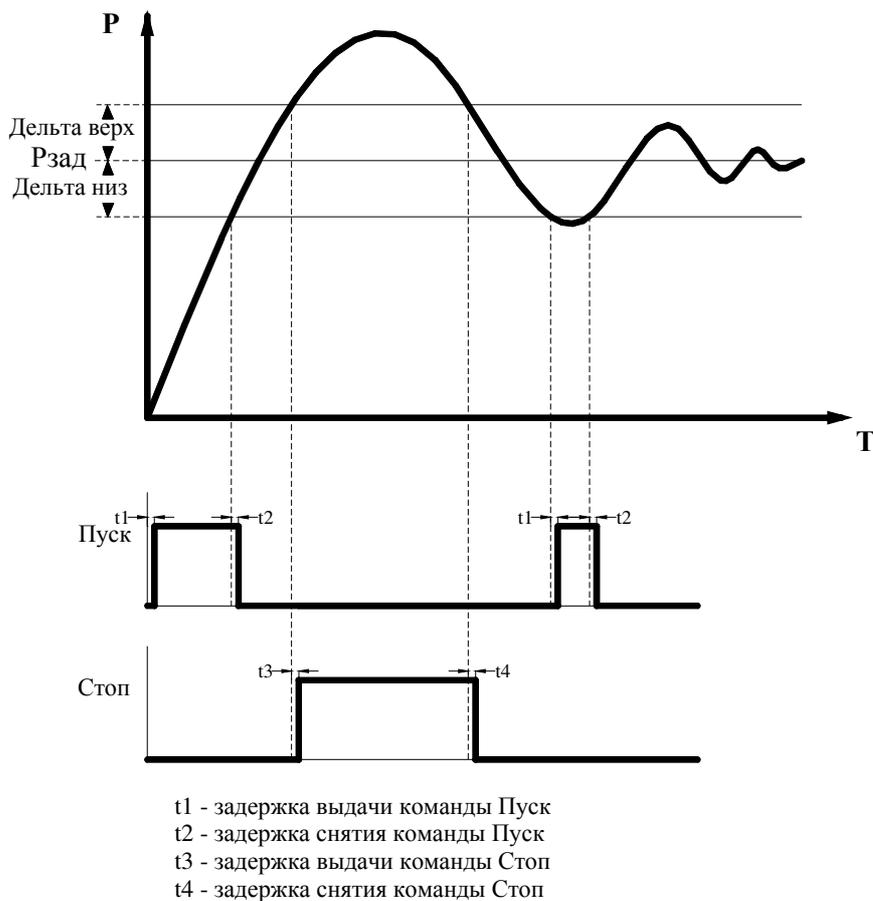
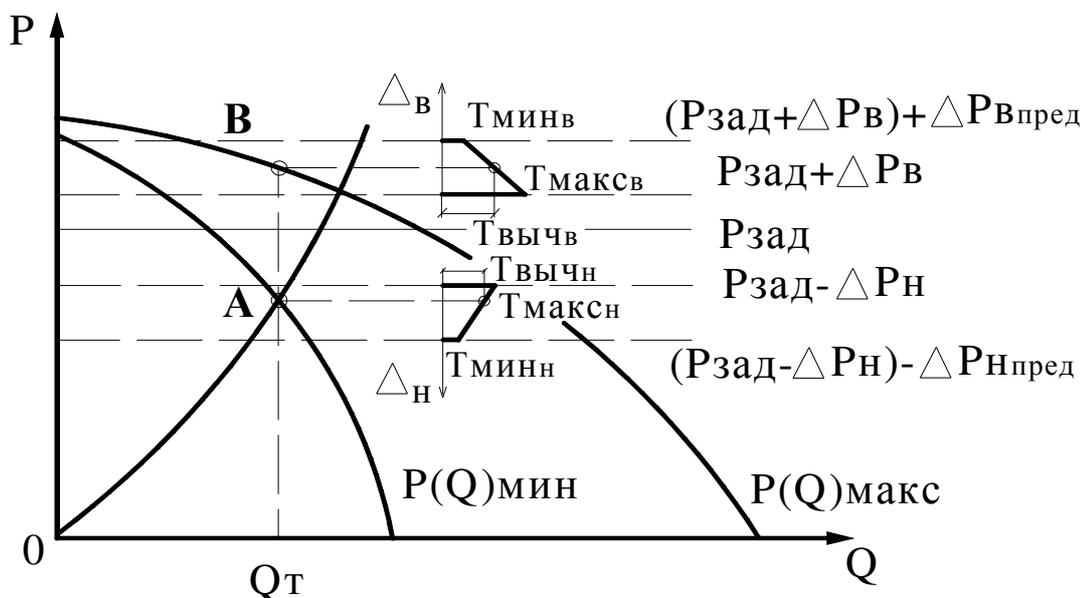

Рис. 4.1. Формирование команд ПУСК/СТОП
Рис. 4.6. Функция повышения устойчивости системы регулирования
**Включение дополнительного насоса** будет производиться через программируемый интервал времени. При программировании БУК задается тот уровень давления, до достижения которого в систему выдается команда на пуск дополнительного насоса (рис.4.1).
**Отключение дополнительных насосов.** При повышении давления относительно заданной уставки на значение «Дельта верх» (рис. 4.1.) БУК выдаст команду на отключение дополнительных насосов (при работе более одного насоса). При этом сначала отключается первый включенный в работу в автоматическом режиме насос, затем через программируемое время – второй включенный в работу и т.д. Такой алгоритм отключения насосов обеспечивает равномерную выработку их ресурса.
**Условие выдачи команды СТОП:** текущее значение регулируемого параметра больше значения  $P_t > P_{зад} + \Delta_{верх}$ . При превышении регулируемым параметром данного значения команда СТОП формируется через программируемый интервал времени (рис. 4.1).
Функция повышения устойчивости определена на рис.4.6.
Точка **A** лежит ниже уровня формирования команды ПУСК  $R_{\text{зад}}-\Delta P_{\text{н}}$  (рис. 4.1). При пуске дополнительного насоса и переходе регулируемого насоса на минимальную частоту вращения (характеристика  $P(Q)_{\text{макс}}$ ) уровень давления, поддерживаемого системой из двух работающих насосов, переместится в точку **B**, лежащую выше уровня формирования команды СТОП  $R_{\text{зад}}+\Delta P_{\text{в}}$  (рис.4.6). После отключения дополнительного насоса и перехода регулируемого насоса на минимальную частоту вращения уровень давления переходит в точку **A**.
Система по значениям  $T_{\text{мин н/в}}$  и  $T_{\text{макс н/в}}$  вычисляет значения интервалов времени  $T_{\text{выч в}}$  и  $T_{\text{выч н}}$ , по истечении которых формируются признаки ПУСК и СТОП (рис.4.1).